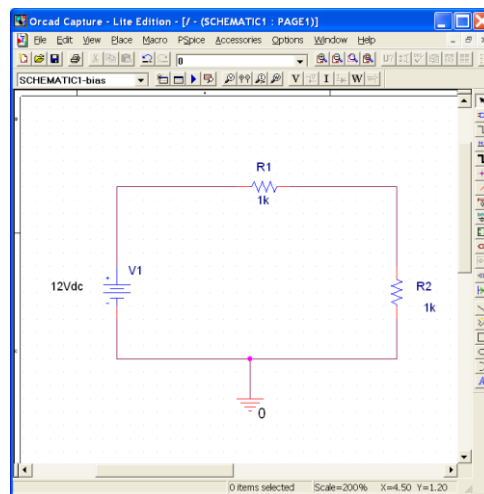

图 9. 最后画成的线路图
3) 第一次我们选择 R, 以后我们再选其他的元件, 最后画成如图 9 的线路图.
5) 最后画成如图 9 的线路图.